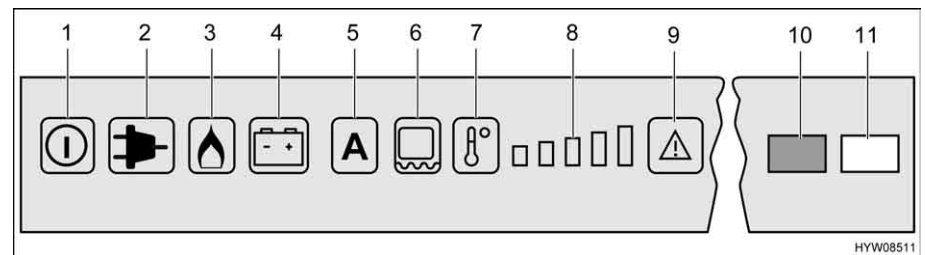

Fig. 229 Boutons de commande pour le réfrigérateur (Dometic RMD)
arriver au brûleur. En même temps, l'allumage électronique est connecté. Si la flamme s'éteint, p. ex. en raison d'un courant d'air, l'allumage s'active automatiquement et rallume le gaz. En cas de dérangement du régime au gaz, les touches lumineuses "Gaz" (Fig. 229,3) et "Dérangement" (Fig. 229,9) clignent. Le voyant de contrôle "Dérangement" (Fig. 229,10) s'allume et une alarme acoustique retentit pendant 20 secondes.
Lorsque le réfrigérateur est mis en marche, il choisit automatiquement la température moyenne du thermostat. Ce réglage peut cependant être corrigé manuellement à l'aide de la touche de sélection du degré de température (Fig. 229,7). Les voyants de contrôle (Fig. 229,8) indiquent le réglage du thermostat sélectionné. La température de réfrigération des trois types d'énergie se règle avec la touche de sélection du degré de température. Il faudra attendre quelques heures jusqu'à ce que le réfrigérateur ait atteint sa température normale de réfrigération. Il garde toutefois son réglage de température lorsqu'on change d'un mode à un autre. La température de réfrigération est maintenue indépendamment du type d'énergie choisi.
- Régler le chauffage du cadre pour une durée de 2 heures : Appuyer une fois sur la touche (Fig. 229,6). Une barre d'affichage des degrés de température (Fig. 229,8) s'allume.
- Régler le chauffage du cadre pour une durée de 5 heures : Appuyer deux fois sur la touche (Fig. 229,6). Deux barres d'affichage des degrés de température (Fig. 229,8) s'allument.
- Régler le chauffage du cadre sur fonctionnement permanent : Appuyer trois fois sur la touche (Fig. 229,6). Trois barres d'affichage des degrés de température (Fig. 229,8) s'allument.
L'affichage des degrés de température (Fig. 229,8) indique pendant quelques secondes la durée de fonctionnement du chauffage du cadre.
En cas de températures extérieures élevées et d'humidité importante de l'air, il est possible que des gouttes d'eau se forment au niveau du cadre métallique du compartiment congélation. C'est pourquoi le réfrigérateur est équipé d'un chauffage du cadre pour le compartiment congélation. En cas de températures extérieures élevées et d'humidité importante de l'air, allumer le chauffage du cadre grâce à la touche (Fig. 229,6). Ceci permet d'éviter la corrosion. Lorsque le chauffage du cadre est activé, la touche lumineuse (Fig. 229,6) est allumée.
- Appuyer sur la touche Marche/Arrêt (Fig. 229,1) pendant env. 2 secondes. Le réfrigérateur s'enclenche, le dernier type d'énergie choisi ou "AES" est indiqué.
- Régler la température de réfrigération souhaitée à l'aide de la touche de sélection du degré de température (Fig. 229,7). Les voyants de contrôle (Fig. 229,8) indiquent le réglage du thermostat sélectionné.
- Appuyer sur la touche Marche/Arrêt (Fig. 229,1) pendant env. 2 secondes. Le réfrigérateur s'éteint, plus aucun indicateur n'est allumé.